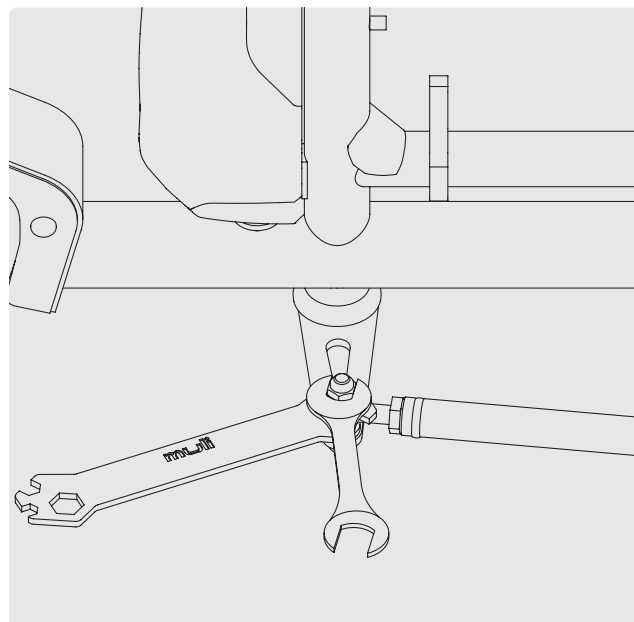

FIG. 12
- 4 Retenez le contrécrou avec une clé plate et bloquez l'écrou autobloquant à l'aide d'une seconde clé plate sur le contrécrou (Fig. 12) avec un couple de serrage de 20 Nm.